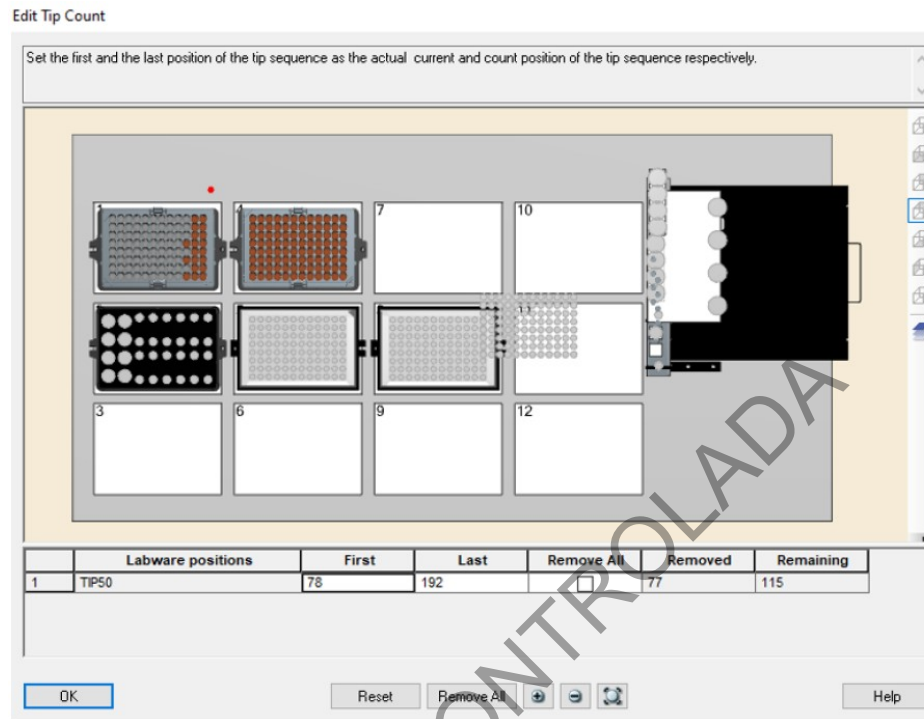

Figura 5. Pantalla de verificación del número de puntas de 50uL.
**14.** Una vez concluido este paso, presione *OK* para continuar. Ver figura 5.